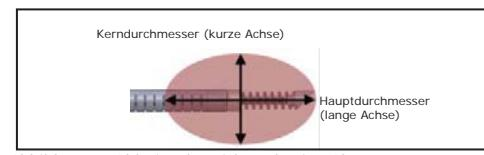

Abbildung 3: Ablationsbereich und seine Abmessungen
14. Die Leistung des MetaSTAR RF-Generators auf die gewünschte Stufe stellen, um die Temperaturverteilung für den Haupt- und Kerndurchmesser zu erzeugen (siehe Abbildung 3). In der Gebrauchsanleitung des MetaSTAR RF-Generators finden Sie den Temperaturverteilungsgraphen der Durchmesser, der den Haupt- und Kerndurchmesser bei verschiedenen Leistungsstufen zeigt.